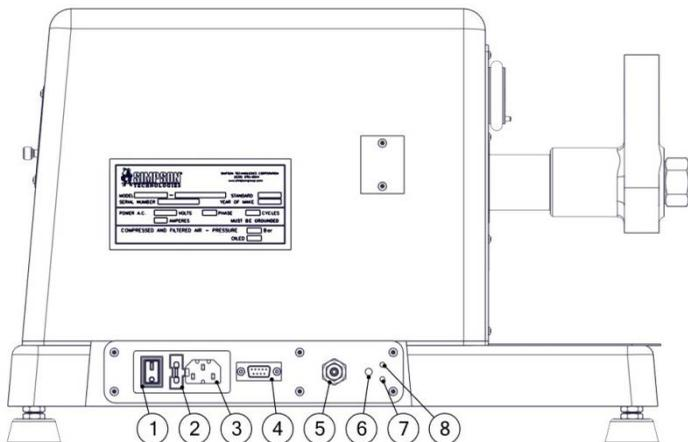

Abb. 7.1: Geräterückseite
2. Eine leere Auffangschale (Fassungsvermögen sollte ca. 200/300 ml betragen) unter den Auslassstutzen stellen (Abb. 7.1, Pos. 6). Das Altöl aus dem Gerät in der Schalke auffangen.
5. Währenddessen wird das Altöl aus dem Auslassstutzen (Abb. 7.1, Pos. 6) gedrückt und in der Auffangschale aufgefangen. Schritt 4 wiederholen und dem Altöl ausreichend Zeit zum ausströmen lassen. Schritt 4 solange wiederholen, bis das Altöl vollständig aus dem Prüfgerät gepumpt ist.
6. Nach dem Ablassen, das Gerät wieder in seine normale Stellung bringen. Einen kleinen Schlauch in die Auslassöffnung einführen (Abb. 7.1, Pos. 6).
1. Hauptschalter auf "An" (Abb. 7.1, Pos. 1) stellen.
1. Hauptschalter auf "An" (Abb. 7.1, Pos. 1) stellen).